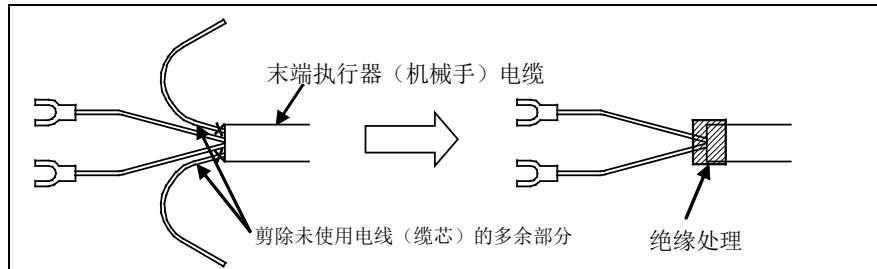

图 5 (a) 末端执行器(机械手) 电缆的处理方法
- 请剪除末端执行器(机械手)电缆的未使用电线(缆芯)的多余部分并进行绝缘处理。如缠绕醋酸布胶带等。(见图 5 (a))